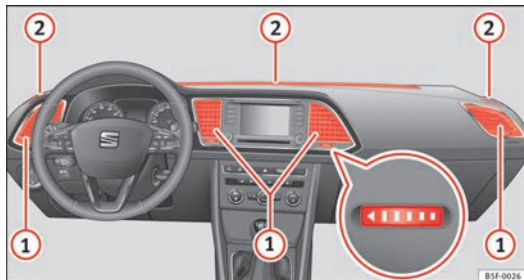

Abb. 84 In der Instrumententafel: Luftaustrittsdüsen.
Damit eine ausreichende Heizleistung, Kühlung und Luftzufuhr im Fahrzeuginnenraum erreicht wird, sollten die Luftaustrittsdüsen ⇒ Abb. 84 ① geöffnet bleiben.